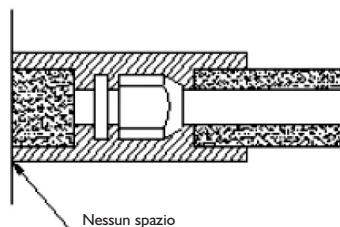

Fig. 4
2. Il giunto di collegamento all'unità interna deve essere avvolto con materiale termicamente isolante. Non devono esserci spazi fra il giunto del tubo di collegamento e la parete dell'unità interna. Fare riferimento alla fig. 4.